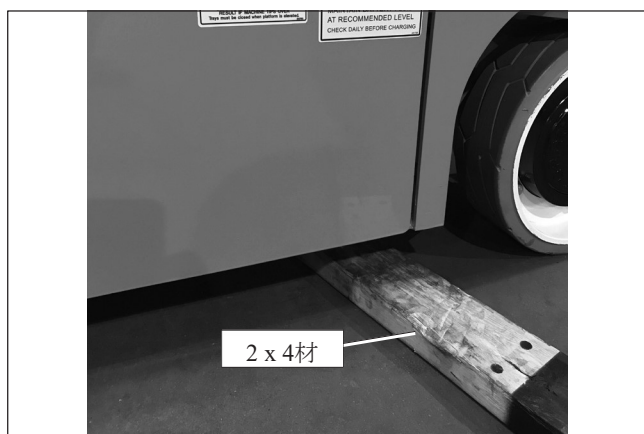

図8.10 - 転倒防止スキッド
6. 1 1/2インチ(3.8 cm)厚さの角材 (2 x 4材など) を左側のスキッドの下に置きます (図8.10を参照)。